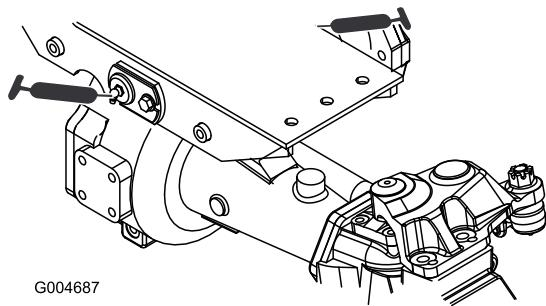

Bild 57
- Zwei Drehbüchsen an der Vorder- und Hinterachse (Bild 57)